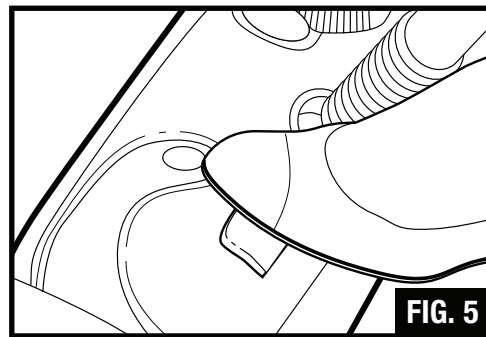

FIG. 5
6. Place the floor steamer on its preheating/cool down tray then press on/off switch and wait for about 3-4 minutes (Fig. 5). The green light comes on when the on/off switch is activated. Do not leave the device unattended during the waiting period.
6. Placer le nettoyeur à vapeur sur son plateau de préchauffage/refroidissement, appuyer sur le bouton de mise en marche et attendre 3 à 4 minutes (Fig. 5). Le voyant vert s'allume quand le bouton de marche-arrêt est actionné. Ne pas laisser le dispositif sans surveillance pendant la période d'attente.
8. When the floor steamer no longer emits steam the amber water refill light (F) will come on. This means that there is no more water (this will happen after approximately 15 minutes of use). Place appliance on preheating/cool down tray, turn off (Fig. 5) and unplug from the electrical outlet. Take off the safety cap, and refill. During refilling, be careful not to touch the hot parts of the device.
⚠ CAUTION: Whenever changing the floorcloth, turn off the appliance (Fig. 5) and unplug. Be careful not to touch the hot parts of the device.
8. Quand le nettoyeur cesse d'émettre de la vapeur la témoin orange de remplissage (F) s'allume (cela se produit au bout de 15 minutes d'utilisation environ). Placer l'appareil sur le plateau de préchauffage/refroidissement, l'arrêter (Fig. 5) et débrancher. Retirer le bouchon de sécurité et remplir. Pendant le remplissage, veiller à ne pas toucher aux parties chaudes du dispositif.
⚠ ATTENTION : Quand vous changer le chiffon, arrêter l'appareil (Fig. 5) et débrancher. Veiller à ne pas toucher les parties chaudes du dispositif.